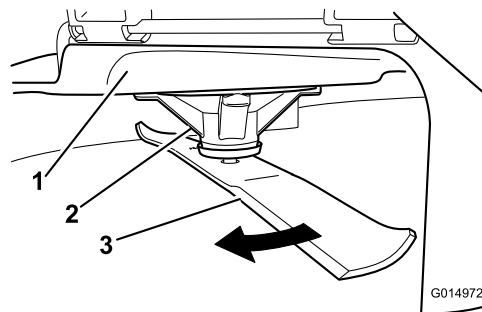

Figure 49
2. Enfilez des gants épais ou utilisez une autre protection adéquate pour les mains, et faites tourner la lame lentement jusqu'à une position permettant de mesurer correctement la distance entre le tranchant et la surface plane sur laquelle se trouve la machine (Figure 49).